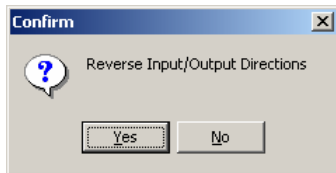

图 4.12 “Confirm”消息框
(24) 单击“PIC_Clock”子图符号，打开如图 4.12 所示的“Confirm”消息框，询问是否颠倒子图入口的方向。